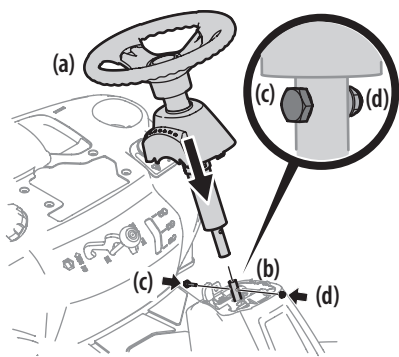

Figure 3
4. Abaissez le volant (a) sur la partie inférieure de l'arbre de direction (b) et maintenez-le en place avec le boulon à épaulement (c) et le contre-écrou (d) retirés plus tôt. Voir la Figure 3.